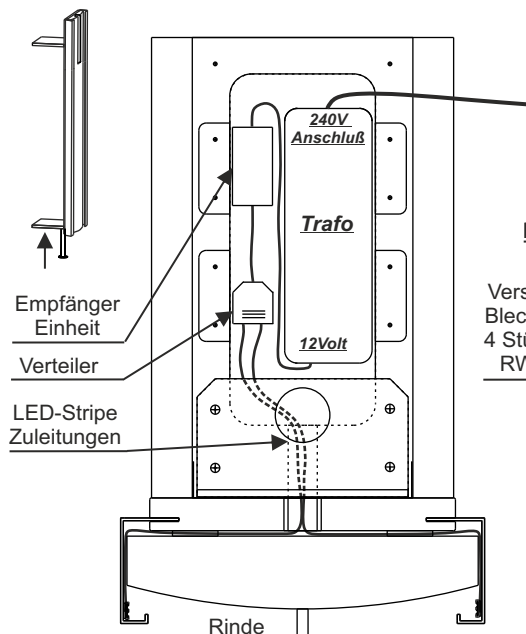

Abb. 5 - Ansicht Unterseite Unterboden
8. Bei Bestellung einer Panelbeleuchtung (optional) kleben Sie auf die Unterseite des Unterbodens, wie in Abbildung 5 dargestellt, den Trafo, Empfänger sowie den Verteiler in die Taschenfräsung ein. Hierzu befindet sich auf jedem dieser Bauteile ein Klebestreifen. Verbinden Sie alle Teile entsprechend der Grafik miteinander.